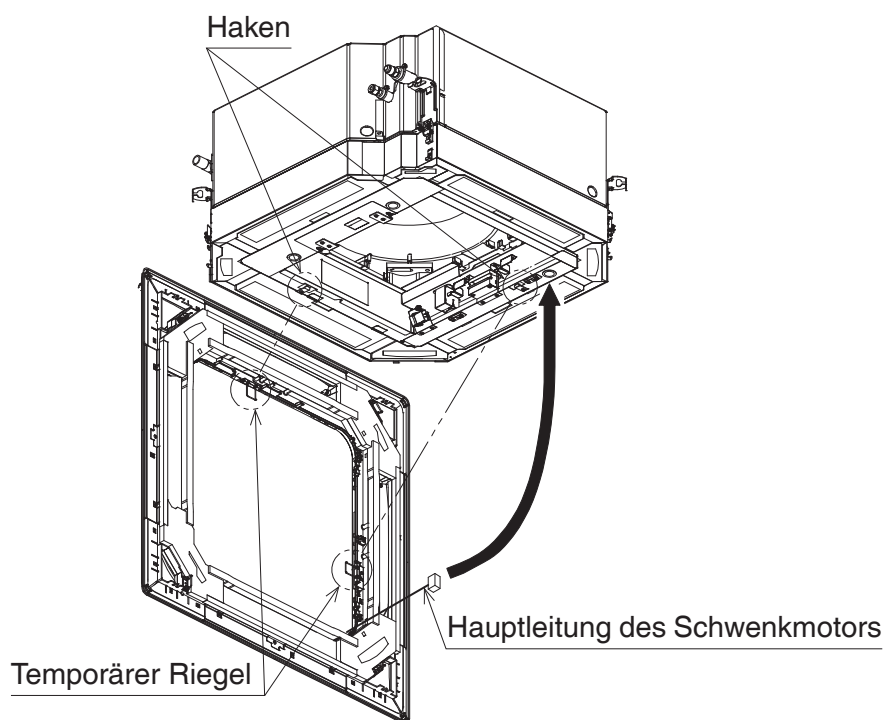

Abbildung 15
1. Bringen Sie die Zierblende an, nachdem Sie die temporären Riegel der Zierblende in die Haken des UV-Diffusionsluftreinigers eingehakt haben. (Siehe **Abbildung 15**.)